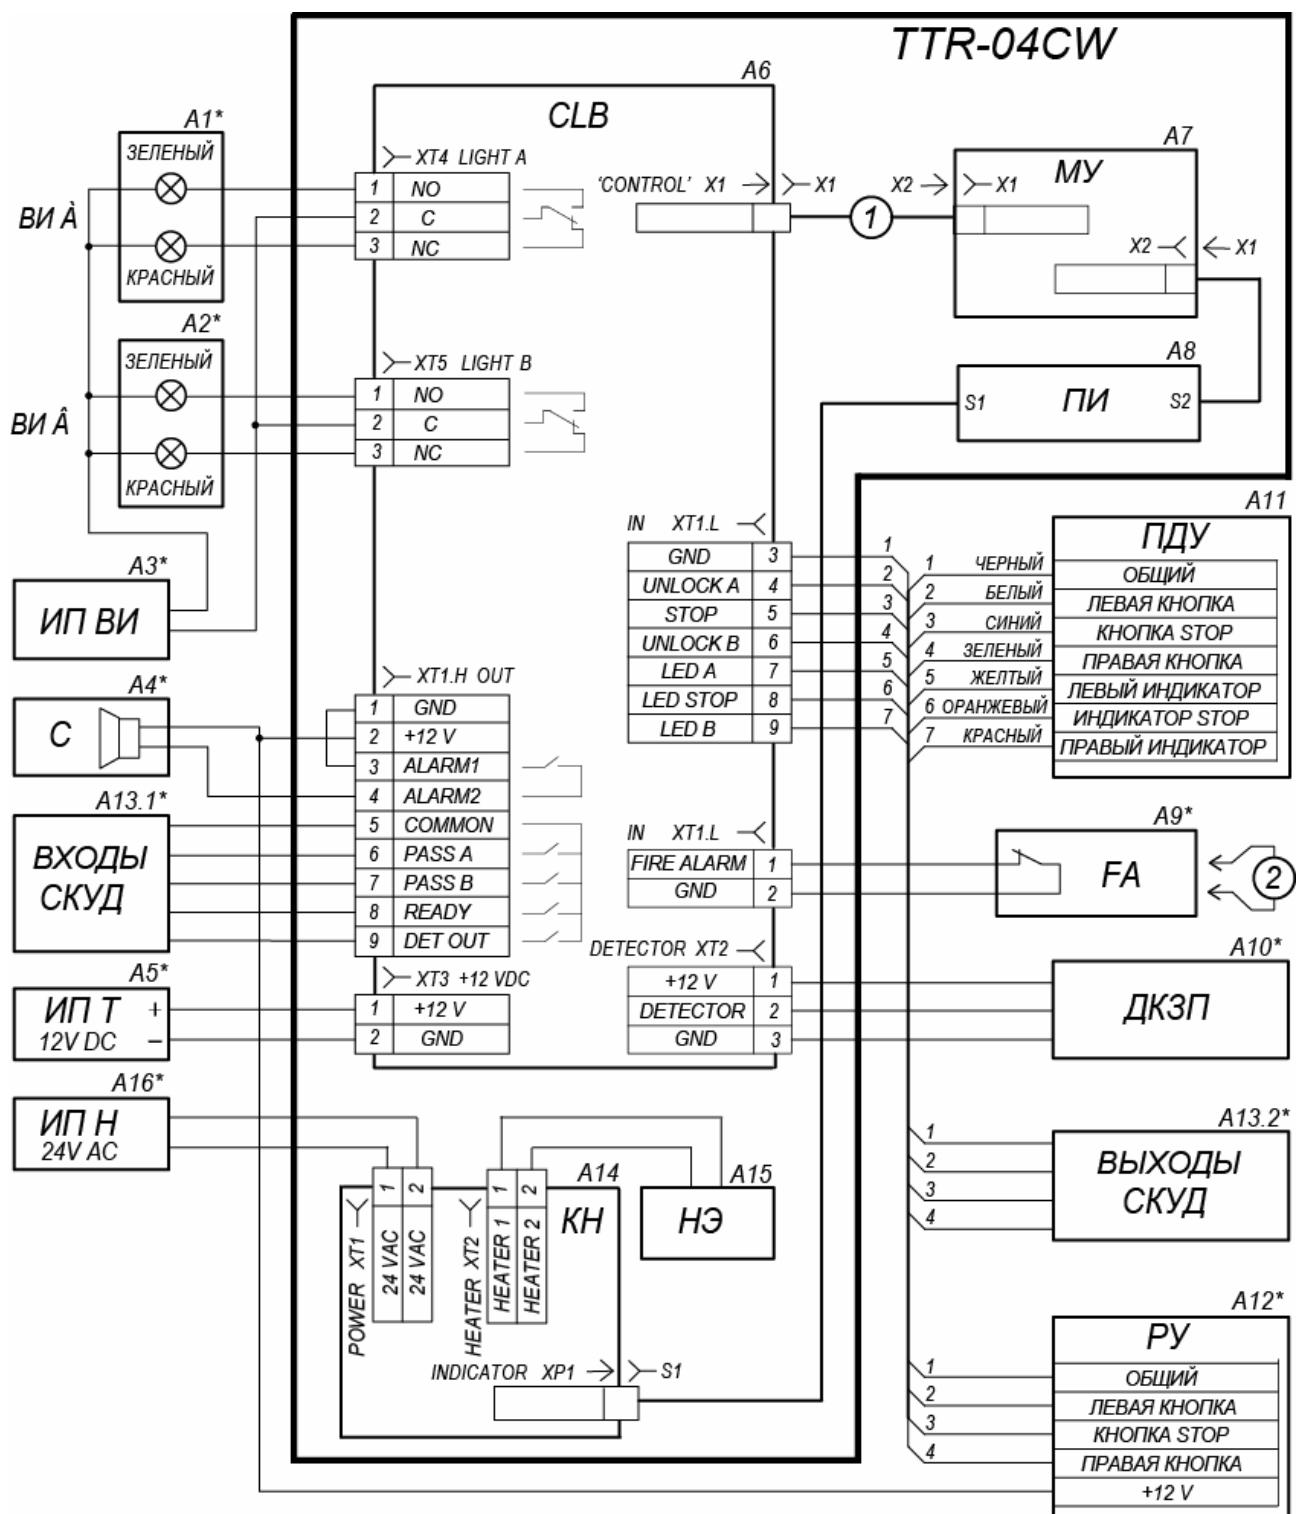

Рисунок 12. Схема электрических соединений турникета
Схема подключения турникета приведена на рис. 12. Расположение клеммных колодок на плате управления указано на рис. 5. Используемые при монтаже кабели указаны и их максимальная длина указаны в разд. 8.3. Рекомендации по подготовке установочной поверхности и организации зоны прохода приведены в разд. 8.1. При монтаже турникета придерживайтесь следующей последовательности действий:
4. Установите источник питания турникета (8) на отведенное для него место в соответствии с инструкцией, приведенной в эксплуатационной документации на этот источник питания.
5. Подключите кабель питания (9) от источника питания турникета (8) к клеммной колодке **XT3** на плате управления, а также кабель от источника питания системы подогрева в соответствии с рис. 12. Подключите кабель ПДУ (11) к клеммной колодке **XT1.L** на плате управления. Подключите при необходимости кабели от других устройств к соответствующим клеммным колодкам платы управления (см. рис. 5 и 12).
6. Снимите крышку турникета с блоком индикации (2). Для этого:
- отверните болт крепления крышки к стойке турникета с помощью торцового ключа S10. Болт находится на наклонной поверхности стойки рядом с замком механической разблокировки (15), ниже планшайбы (3);
Таблица 2. Перечень элементов схемы электрических соединений (рис. 12)